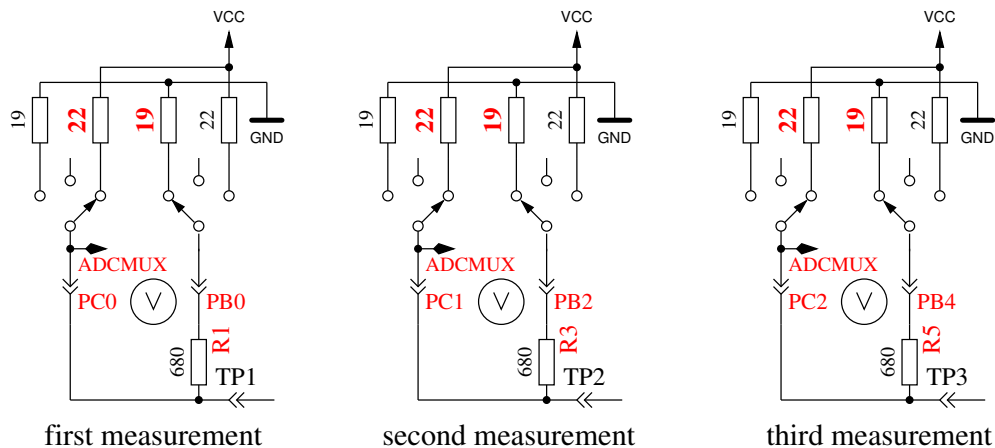

Abbildung 4.25: Messung des Innenwiderstandes des auf VCC geschalteten Port C Ausgängen.
8. **Messung des Innenwiderstandes von auf VCC geschalteten Port Ausgängen.** Der benötigte Strom wird von auf GND geschalteten 680Ω Widerständen geliefert. Der Text in der ersten LCD Zeile ist „Ri.Hi= (mV)“. In der zweiten Zeile des LCDs werden drei Spannungswerte angezeigt als Differenz zu VCC. Es ist die gleiche Messung wie die in Test 7 zur anderen Seite, wie in Abbildung 4.25 gezeigt wird. Mit folgenden Schritten können Sie den Innenwiderstand berechnen: Um den Strom zu berechnen: $(5001 - (\text{Ergebnis von Test 7}) - (\text{Ergebnis von Test 8})) / 680$. Sie können beide Widerstandswerte erhalten, indem Sie die jeweilige Spannung (Ergebnisse von Test 7 oder Test 8) durch diesen Strom dividieren.